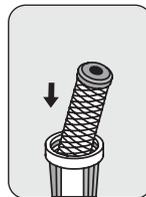

Fig. 29
- g) Coloca el cartucho de repuesto nuevo (quitando su envoltura) centrado y hasta el fondo del vaso. (Ver Fig. 29).